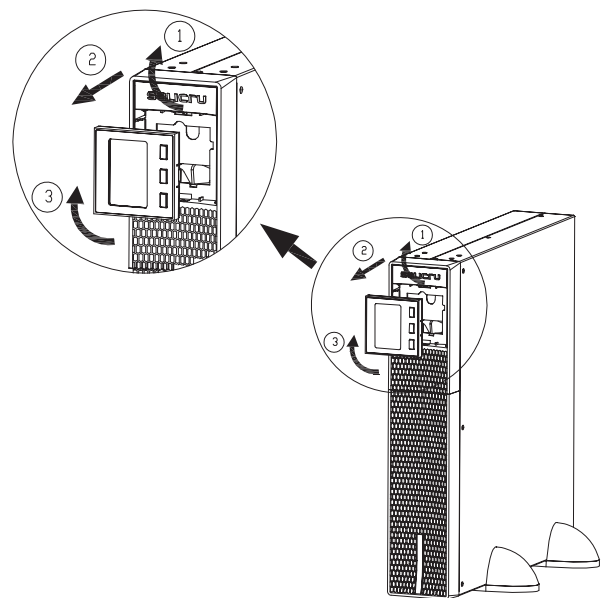

Abb. 5. Rotation des Bedienfelds mit LCD-Display über die Kunststoff-Frontverkleidung.
- In den Abb. 5 bis 11 werden beispielhaft die Darstellungen eines Gerätes oder von diesem mit seinem Batteriemodul gezeigt. Diese Abbildungen dienen als Hilfe und Anleitung bei den zu befolgenden Schritten und sind auf keinen Fall dazu bestimmt, die Anweisungen für ein einzelnes Modell zu spezifizieren, obwohl in der Praxis die durchzuführenden Aktionen für alle Modelle immer gleich sind.
- Um das Lesen der Meldungen auf dem Display zu erleichtern, wenn das Gerät vertikal installiert ist, kann das Bedienfeld im Uhrzeigersinn um 90° gedreht werden (siehe Abb. 5).